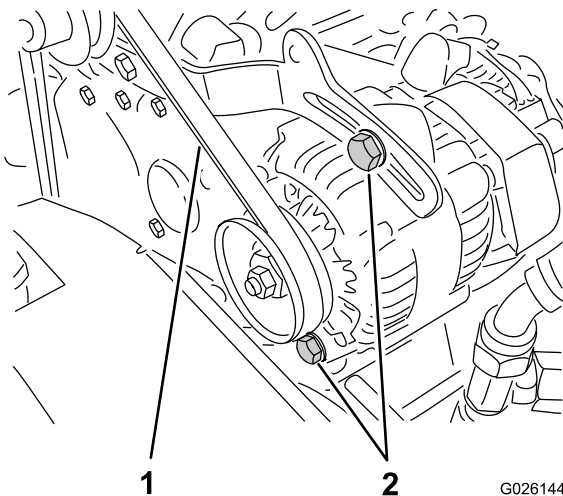

Figura 68
2. Verifique a tensão pressionando a correia a meio curso entre o cárter e as polias do alternador com uma força de 10 kg (Figura 68).
- A. Desaperte os 2 parafusos de fixação do alternador (Figura 68).
B. Utilizando uma barra de apoio, rode o alternador até atingir uma tensão adequada da correia; depois, aperte os parafusos de montagem (Figura 68).